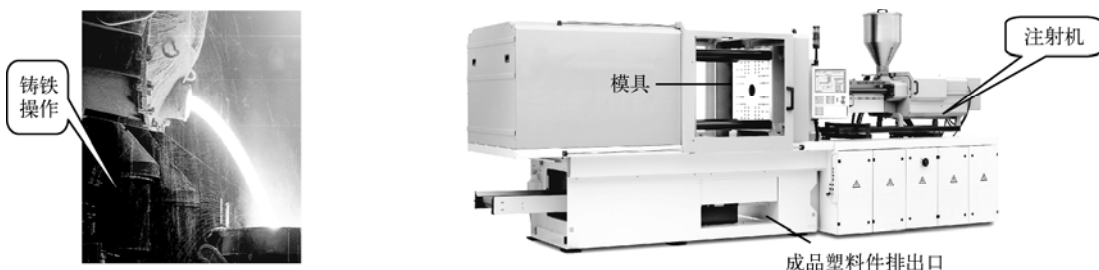

图 5-1 铸铁操作和常见的注塑机
- 铸造模具：主要用于大规模生产的非钣金钢件，如冷锻、模锻、金属，以及有色金属压铸和粉末冶金等（图 5-1 左图所示为铸铁操作）。
- 塑料模具：主要用于制作塑料件，可通过注射、吹塑等工艺进行批量生产（图 5-1 右图所示为常见的注射机）。
而塑料件的生产多使用注射机, 注射机通常由注射装置、合模装置、液压传动和电气控制系统等组成。其中合模装置的设计和开发实际上也就是广义上所谓的模具设计(图 5-1 右图所示为一较简单的整套模具的装配图)。